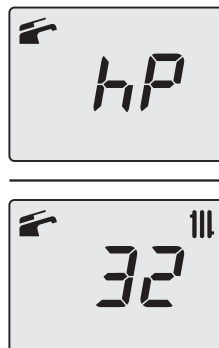

Figura 9.24
- Premendo il tasto 16 (Figura 9.20) è possibile variare la potenza in modalità spazzacamino: con visualizzazione sul display LCD delle lettere **hP** che si alternano con il valore di temperatura dell'acqua di riscaldamento (es. **32**), siamo in "funzione spazzacamino" alla potenza minima in riscaldamento (Figura 9.24).